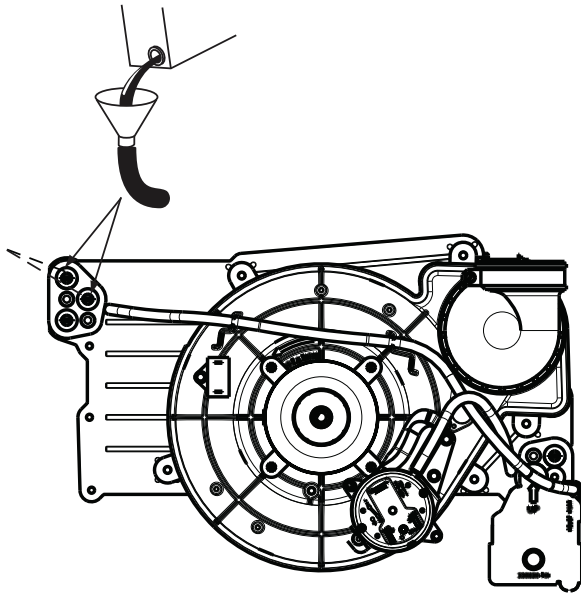

Fig. 59 – Amorçage du siphon de condensat
1. Retirez les bouchons de vidange central et supérieur de la boîte collectrice, à l'opposé du siphon de condensat. Consultez la Fig. 59.